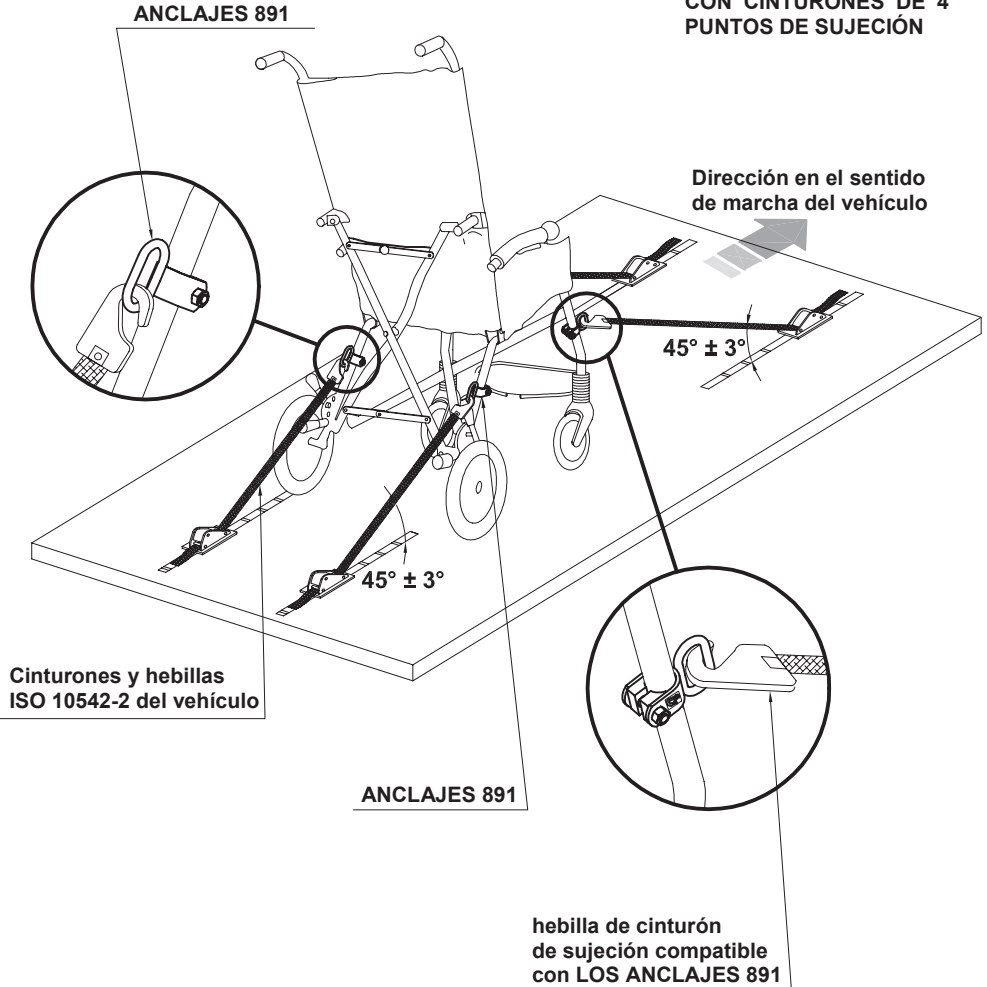

fig. 4
- EL NIÑO SENTADO EN LA SILLA DE PASEO DEBE SER UBICADO EN LA DIRECCIÓN DEL SENTIDO DE MARCHA DEL VEHÍCULO EN MOVIMIENTO (ver. fig. 4 pág. 11).
- EL VEHÍCULO DEBE SER APTO PARA EL TRANSPORTE DE SILLAS DE RUEDAS/SILLAS DE PASEO ORTOPÉDICAS DE CONFORMIDAD CON LA NORMA ISO 7176-19 (ver. fig. 4 pág. 11)
- LA SILLA DE PASEO DEBE SUJETARSE AL VEHÍCULO mediante: 1) un sistema de cinturones de sujeción de 4 puntos conforme con la ISO 10542-2 suministrado con el vehículo (ver. fig. 4 pág. 11) y 2) el accesorio 891 - ANCLAJES (4 ANILLOS) (ver. fig. 1 y 2 pág. 9, fig. 3 pág. 10 y fig. 4 pág. 11)